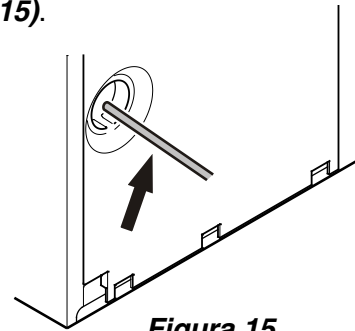

Figura 15
2. Inserte la línea de suministro de agua en su abertura en la parte trasera del aparato (Figura 15).